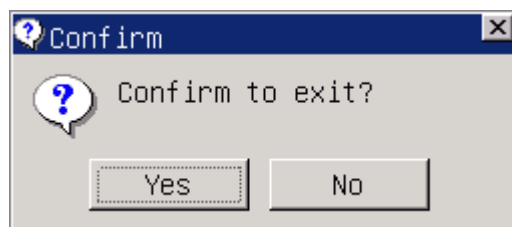

Figura 3-5
1) În ecranul meniului principal, faceți clic pe „Exit“, vor apărea informații de oprire (a se vedea figura 3-5).